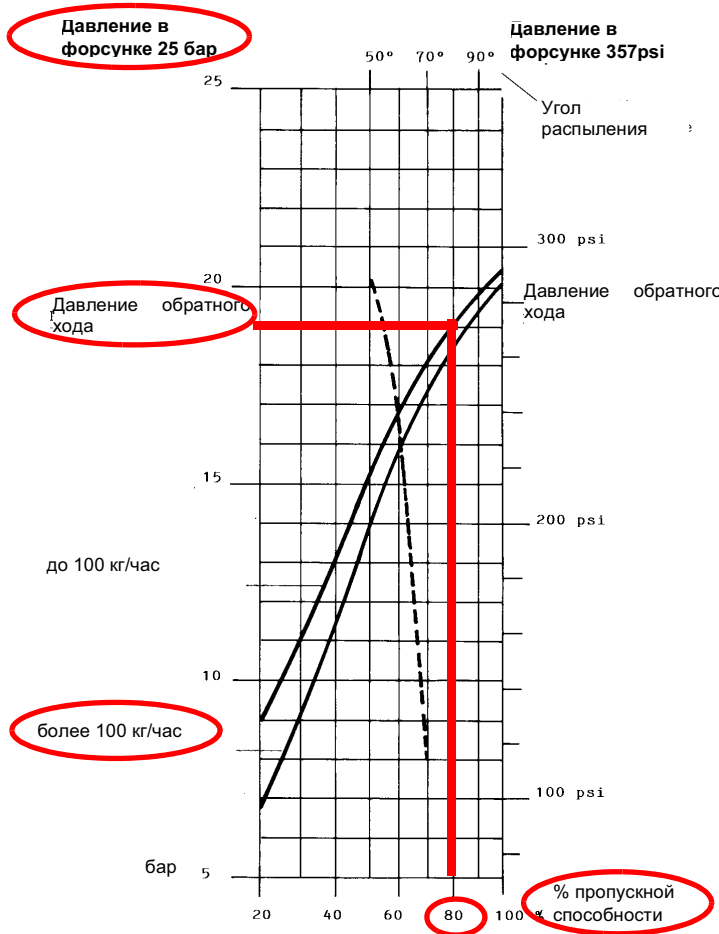
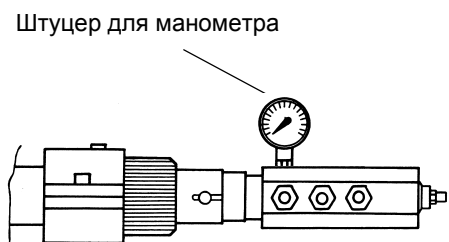

Рис. 15
Рис. 18
Расход мазутного топлива регулируется за счет выбора форсунки (противопоточного типа), соответствующего мощности котла и типу применения размера, а также регулировки давления на прямом и обратном ходе жидкого топлива, согласно данных, указанных в таблице и на графике на Рис. 15 (для считывания давления - читайте последующие параграфы)
**Пример** : 80% номинального расхода на форсунке можно получить, если установлены форсунки с расходом более 100 кг/час, при давлении на обратном ходе примерно равном 18 бар (см. график на Рис. 15).
- 8 Давление питания форсунки уже отрегулировано заранее на заводе-изготовителе и не должно изменяться. Только в случае необходимости, отрегулировать давление питания (см. соответствующий параграф) следующим образом: установить манометр в положение, указанное на Рис. 18, воздействовать на регулировочный винт **VR** насоса (см. Рис. 17) до получения на форсунке давления в 25 бар (форсунки Fluidics - см. график на Рис. 15);